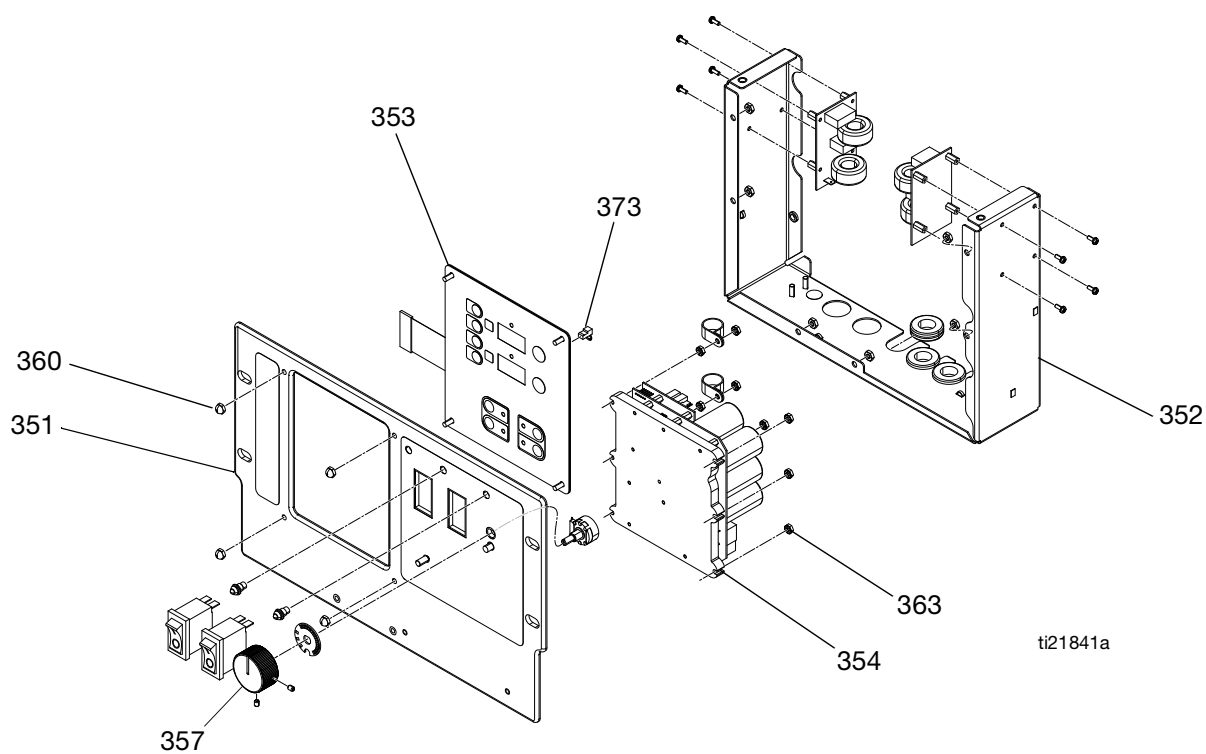

FIG. 10 Kontrollpanel
2. Ta bort skruvar (21) och displaykåpa (26).
4. Koppla bort huvuddisplaykabeln (81) från det övre högra hörnet av temperaturdisplayen (353). Se FIG. 10 på sidan 43.
5. Ta bort startkabeln (373) från baksidan av displayen (353). Lägg åt sidan och installera startkabeln på den nya displayen.
6. Koppla bort bandkablarna (RC) från skärmens baksida; se FIG. 10, sidan 43.
7. Ta bort muttrarna (360) från plattan (351).
8. Demontera skärmen (353), se information i FIG. 10, sidan 43.
9. Återmontera i omvänd ordning, se FIG. 10, sidan 43. Applicera medelstark gängtätning enligt bild.
2. Ta bort bildskärmskåpan (26) på vagnens baksida för att exponera styrkortet (354).
3. Koppla bort alla kablar och anslutningar från bordet (354). Se tabell 8, sidan 45.
4. Ta bort de sex muttrarna (363) och ta bort bordet från kontrollbordet (354). Se FIG. 10 på sidan 43.